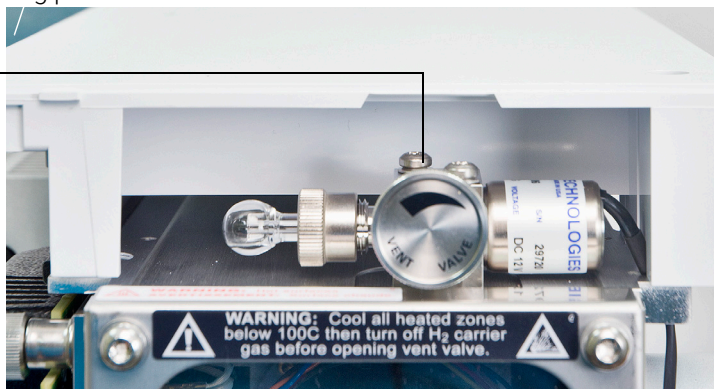

Figura 40. Botão da válvula vent
- Quando solicitado, gire o botão da válvula de quebrar vácuo/vent para a esquerda somente 3/4 de volta ou até ouvir o som sibilante do ar fluindo para dentro da câmara do analisador. (Consulte Figura 40.) Não gire muito o botão ou o O-ring pode cair da canaleta.